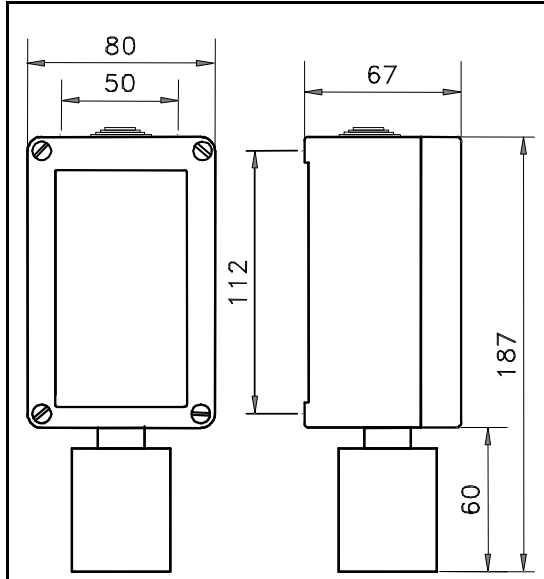

Fig. 1 - Dimensioni / Size / Dimensions
**Montage:** en **Fig.1** sont indiquées les dimensions. Le détecteur doit être monté en position verticale avec le capteur tourné vers le bas.